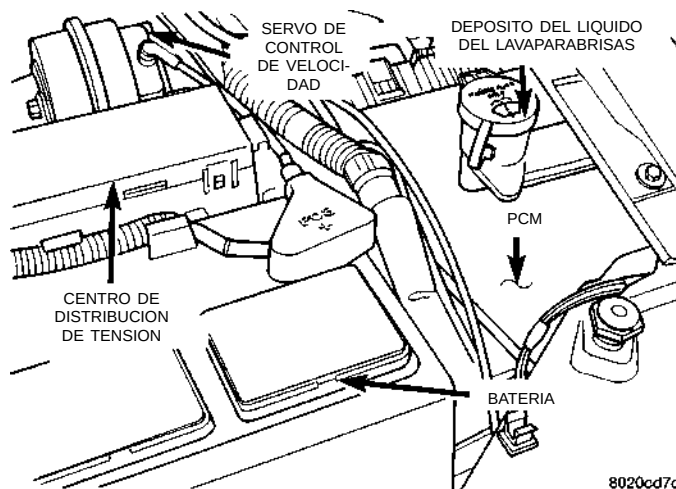

Fig. 31 Batería, PCM y PDC
(1) Inspeccione las conexiones de la batería. Limpie los terminales corroídos (Fig. 31).
(2) Verifique los dos conectores de 40 vías del PCM para detectar posibles cables estirados en terminales arrancados (Fig. 31).
(24) Verifique las conexiones del servo de control de velocidad, si está instalado (Fig. 31). Consulte el Grupo 8H, Control de velocidad del vehículo.
- (1) Inspeccione las conexiones de la batería. Limpie los terminales corroídos (Fig. 31).